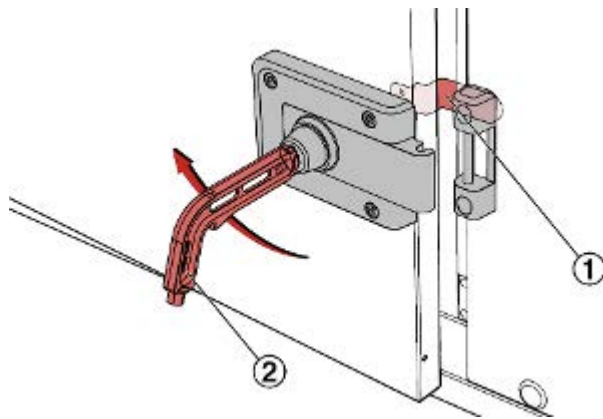

Fig. 14: Soltar el cierre de seguridad
4. ▶ Gire la llave especial TROX o la palanca de mando ( Fig. 14 /2) 90° en el sentido de las agujas del reloj.
- ⇒ Esto libera el cierre de seguridad ( Fig. 14 /1); la puerta de acceso puede ahora abrirse completamente.